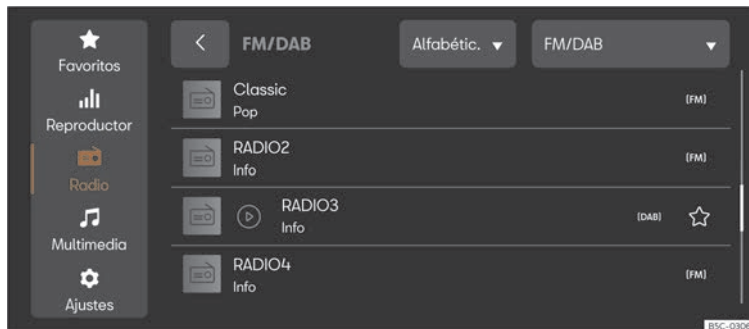

Fig. 180 Representación esquemática: Vista Radio.
- Pulse **MENU** > >>> **fig. 180**.